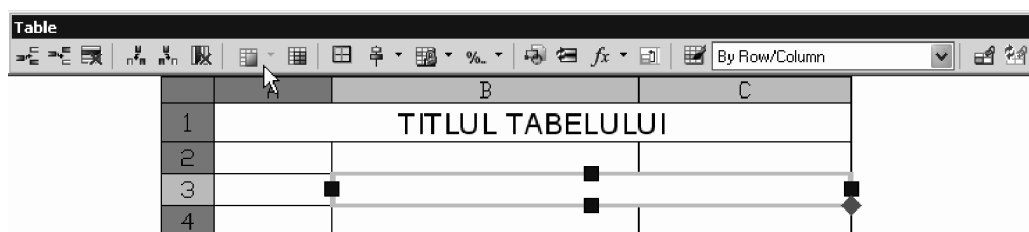

Fig. 6.45 Modificarea celulelor folosind linia de comenzi Table
3. Se folosește linia de comenzi **Table**, pentru a uni sau despărți celule, pentru a insera sau elimina linii sau coloane din tabel etc. – vezi Fig. 6.45.